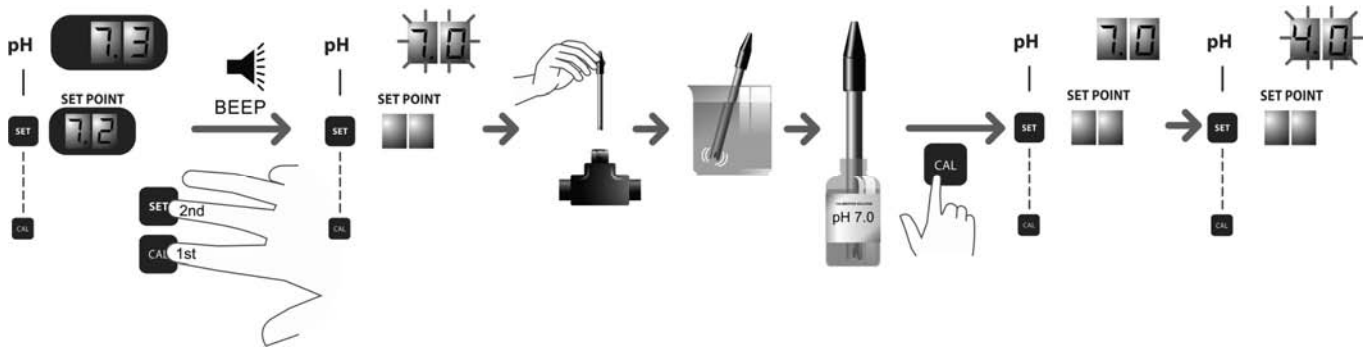

Fig. 15a
2. Pulsar simultáneamente las teclas “CAL” [8] y “SET” [7] durante unos segundos, hasta que el display superior [5] parpadee e indique “7.0” (Fig. 15a).